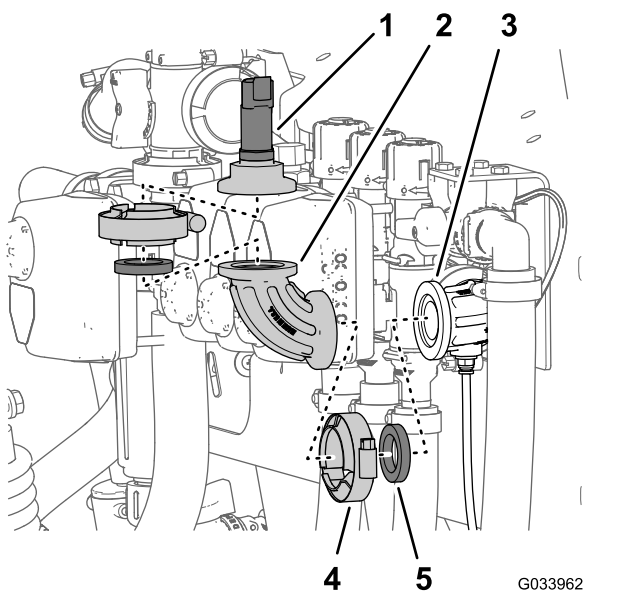

Bild 10
2. Entfernen Sie die Flanschklammer, mit der der Druckwandler am 90°-Anschlussstück befestigt ist, und nehmen Sie den Umwandler, die Dichtung und Flanschklammer ab (Bild 10).
3. Entfernen Sie die Flanschklammer, mit der das 90°-Anschlussstück am 90°-Anschlussstück mit einem Anschluss für den Messschlauch befestigt ist, und nehmen Sie das 90°-Anschlussstück, die Dichtung und Flanschklammer ab (Bild 10).